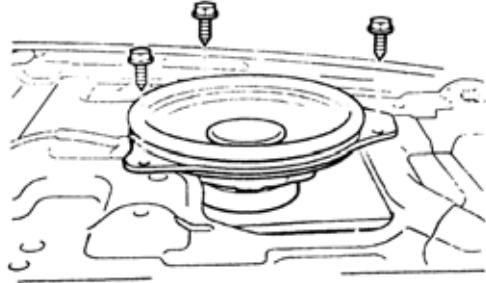

图 9-179
- (2)拆下 3 个螺钉和后扬声器总成, 如图 9-179 所示。